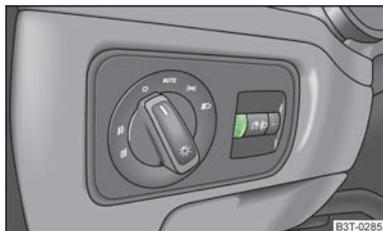

Fig. 35
- Rode o comando rotativo » Fig. 35 para a intensidade de iluminação dos instrumentos pretendida.